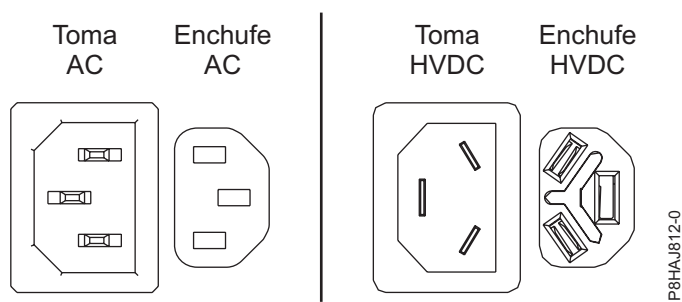
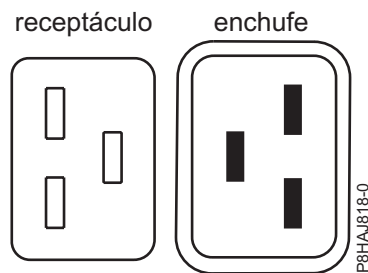
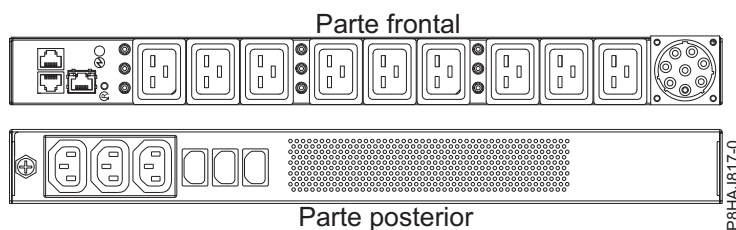

Figura 38. Conectores CA y HVDC
Figura 39. Conectores para el sistema 8408-44E
Figura 40. PDU para el sistema 8408-44E
En Figura 38 se muestran los conectores admitidos de corriente alterna (CA) y de corriente directa de alto voltaje (HVDC). En Figura 39 y en Figura 40 se muestran los conectores admitidos y la unidad de distribución de alimentación (PDU) para 8408-44E.